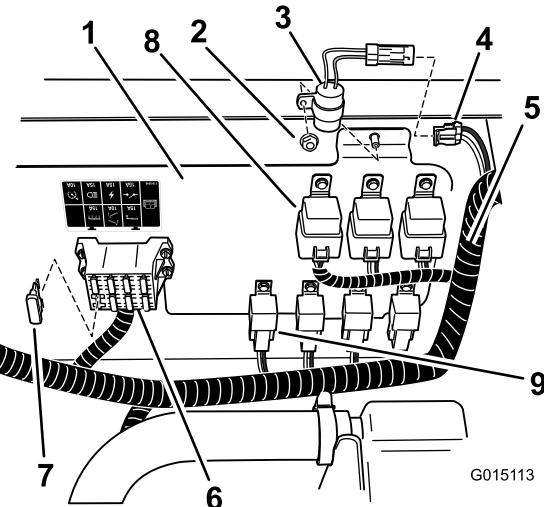
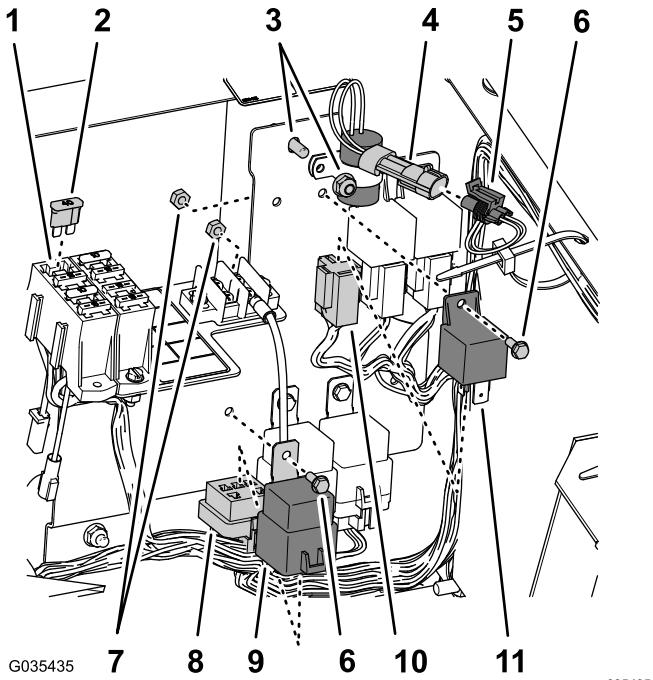
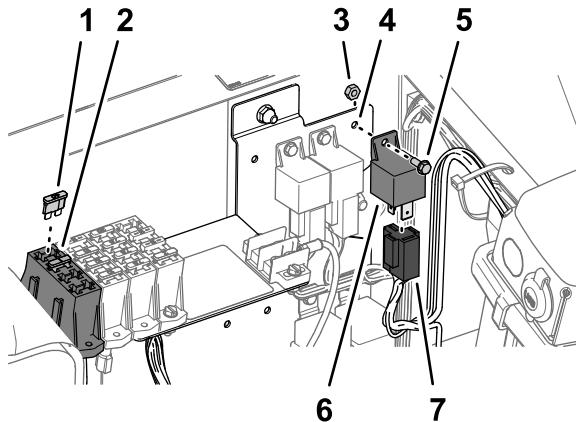

Figura 34
Figura 35
Figura 36
- A. Installate il timer di ritardo nel punto illustrato nella Figura 34 o nella Figura 35 mediante il dado di bloccaggio del quadro elettrico.
- B. Collegate il timer al connettore a 2 prese indicato come timer di ritardo del cablaggio preassemblato della macchina (Figura 34 o Figura 35).
3. Montate un fusibile (40 A) nello slot libero del portafusibili come illustrato nella Figura 34, nella Figura 35 o nella Figura 36.
4. Allineate relè e relè di alimentazione con gli altri relè dello stesso tipo e installateli sul quadro (Figura 34, Figura 35 o Figura 36) con 2 bulloni a testa flangiata (n. 10-24 x 1/2") e 2 dadi di bloccaggio (n. 10-24).
5. Individuate il connettore a 5 prese e il connettore a 4 prese sul cablaggio principale e collegateli al relè (4 pin) e al relè di alimentazione (5 pin), come illustrato nella Figura 34, nella Figura 35 o nella Figura 36.